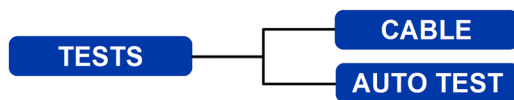

Fig. 15 Albero del menu Tests - Test Ethernet (1)
(1) Quando un'unità remota SignalTEK NT è collegata direttamente ma non viene rilevata alcuna rete attiva, nella barra delle informazioni della schermata principale viene visualizzata la scritta "Ethernet". Se si seleziona l'icona TESTS, sono disponibili i test Ethernet illustrati nell'albero dei menu nella Fig. 15 .